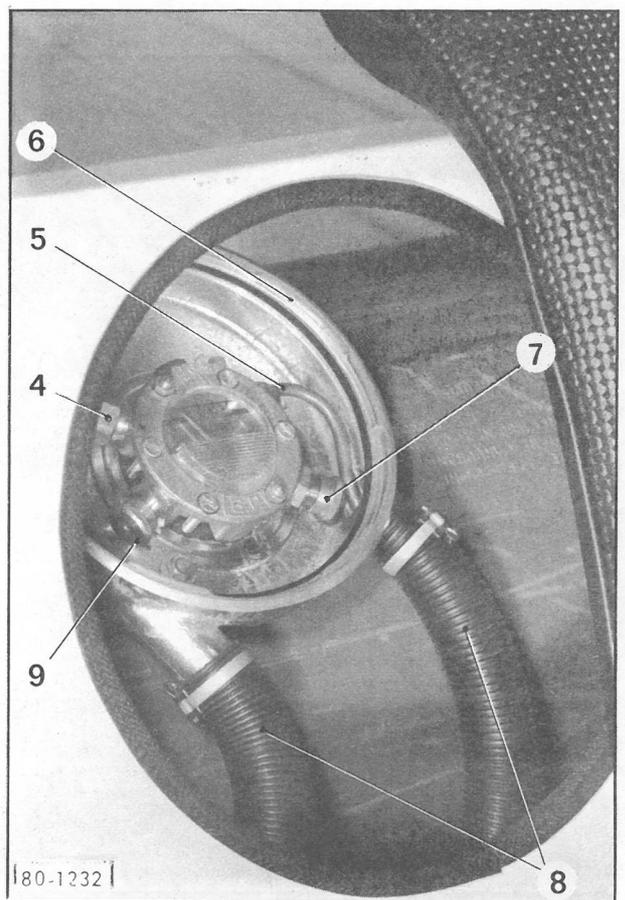

Fig. 3
- Une multivanne ( Fig.3 ).
#### Multivanne ( Fig.3 ) :